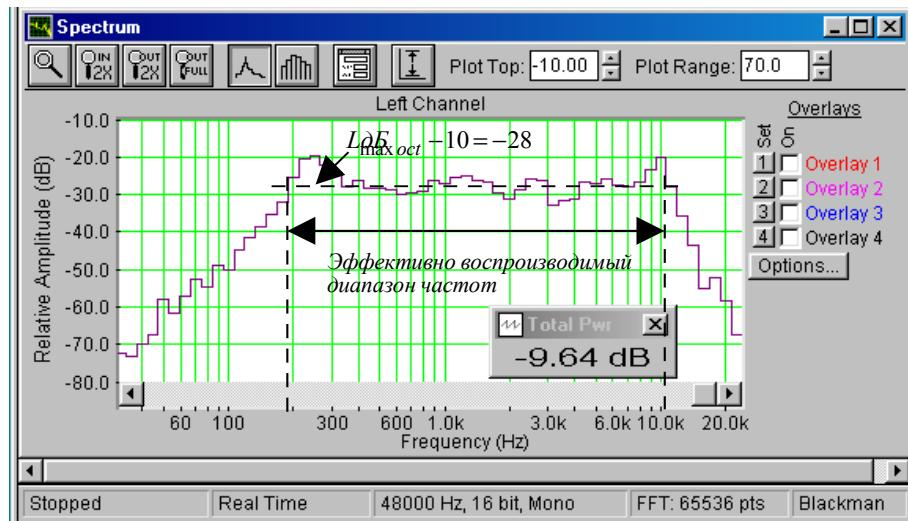

Рис. 5.6. АЧХ с усреднением в 1/6 октавы. К определению эффективно воспроизводимого диапазона частот по АЧХ .
- На АЧХ, снятой с помощью розового шума с усреднением в интервале 1/6 октавы по п.5.4.2. (рис.5.6), проведите горизонтальную линию с уровнем ( $L_{\max}$